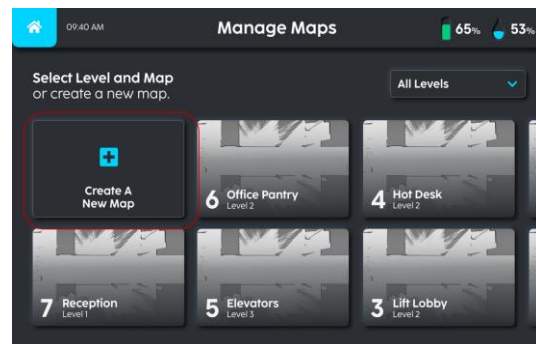

FIGURE 4-2
2. Sélectionnez 'Créer une Nouvelle Carte' (Fig. 4-2).